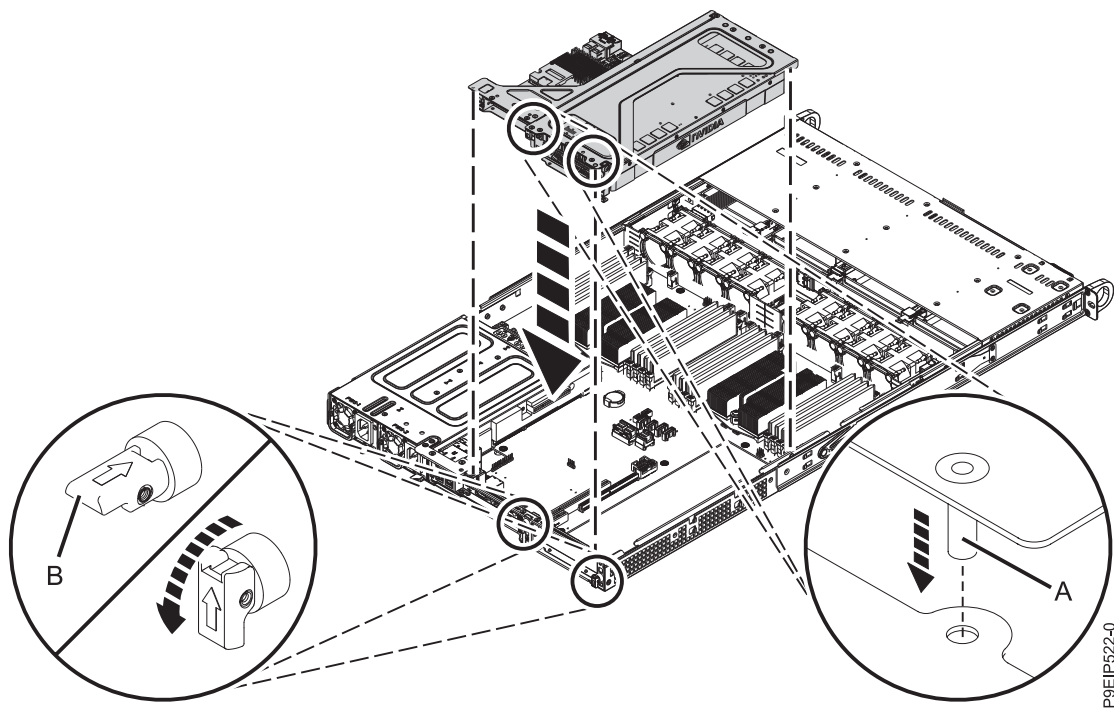

Figure 32. Remplacement du connecteur de bus PCIe
- c. Placez le connecteur de bus de la carte PCIe et les cartes PCIe qu'il contient dans le fond de panier système comme illustré dans la figure 32.